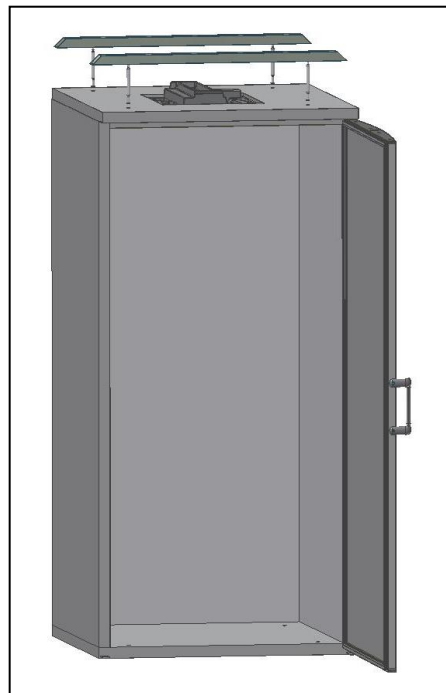

Abb. 12
- Durch die Außenseite, stellen Sie **die Stabstahlstützen** auf die Lochen (Abb.12);